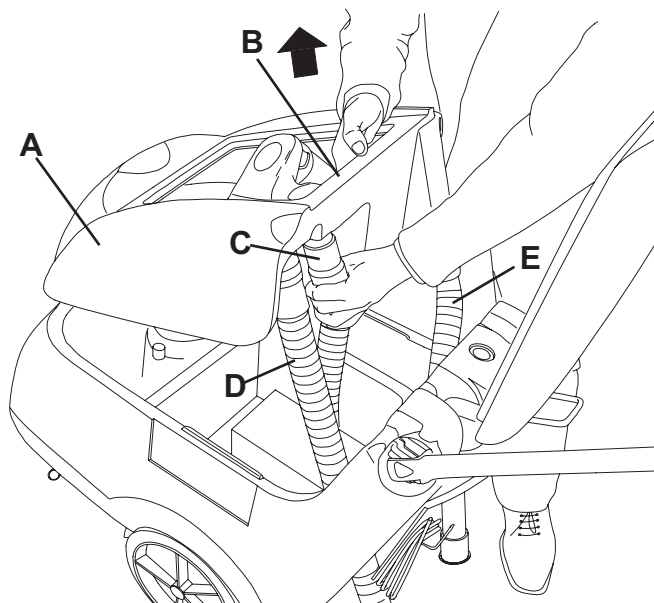

Figure 2
6. Déconnecter le tuyau d'aspiration (22) de l'embouchure (11).
7. Déconnecter le tuyau de vidange de l'eau de récupération (16) du support (17).
8. Ouvrir le couvercle (6).
9. Saisir le réservoir de l'eau de récupération (A, Fig. 2) dans la zone (B) et le soulever légèrement.
10. Déconnecter le tuyau d'aspiration (C) du réservoir, et puis déposer le réservoir (A) avec les tuyaux (D) et (E).
11. Installer les batteries dans la machine selon le schéma (28).
12. Remonter le réservoir (A, Fig. 2) en exécutant les étapes de 6 à 10 dans l'ordre inverse.